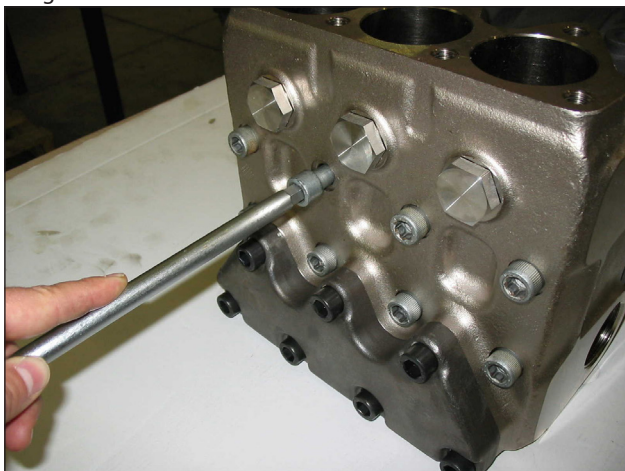

Abb. 21
- A) Lösen Sie die Befestigungsschrauben des Kopfs M12x150 gemäß Abb. 21.